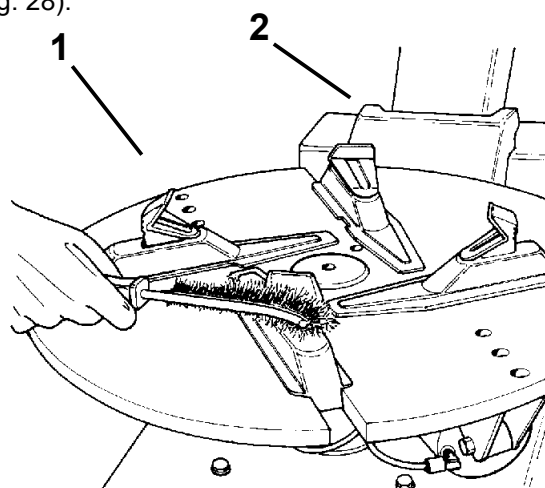

Fig.28
**C.** Limpiar cada semana los dientes de las mordazas (1) con un cepillo de púas, controlar la inserción de la mordaza de sujeción (2) y sustituirlas si están gastadas (Fig. 28).